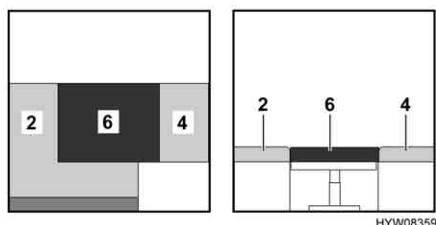

Fig. 96 Dopo la trasformazione
- Posizionare il cuscino aggiuntivo (Fig. 96,6) tra i cuscini del divano (Fig. 96,2 e 4) e il tavolo rialzabile (Fig. 96,3).